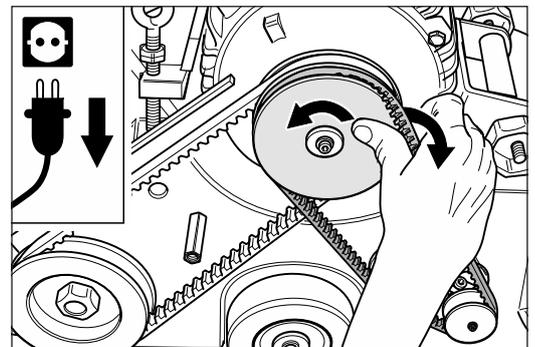

Abb. 67 Den Keilriemen für die Absaugung abnehmen.
- 8 Drehen Sie die Motorriemenscheibe und lassen Sie gleichzeitig den Keilriemen für den Ventilator von der Motorriemenscheibe laufen (Abb. 67).